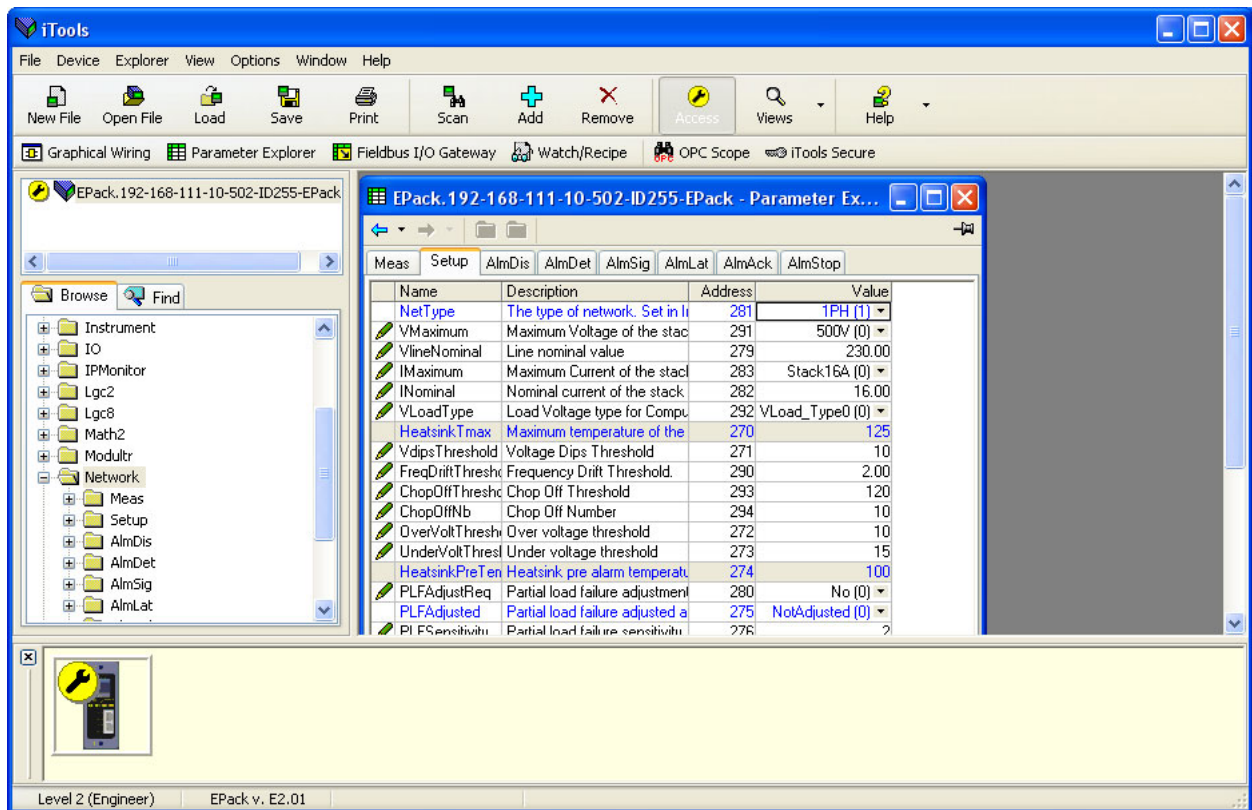
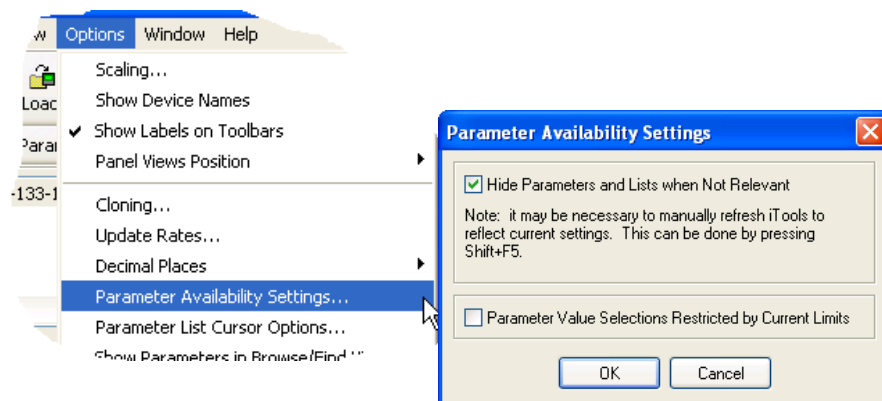

Figura 102 Esempio di tabella di parametri
Figura 105 Mostra/Nascondi parametri
In ogni caso i parametri del blocco funzione vengono visualizzati nella finestra di iTools in formato tabellare, come mostrato in Figura 102.
1. I parametri visualizzati in blu non sono modificabili (sola lettura). Nell'esempio precedente, tutti i parametri sono di sola lettura. I parametri di lettura/scrittura sono visualizzati in nero e presentano un simbolo a forma di "matita" nella colonna di accesso di "lettura/scrittura" sul margine sinistro della tabella. Elementi di questo tipo sono presenti in Figura 102, riportata sopra.
2. Colonne. La finestra Explorer predefinita (Figura 102) contiene le colonne "Nome", "Descrizione", "Indirizzo" e "Valore". Come si può osservare dalla Figura 105 precedente, è possibile selezionare le colonne da visualizzare utilizzando il menu Explorer o il menu di contesto. Nell'esempio precedente è stata abilitata l'opzione "Limits" (Limiti).
3. Parametri nascosti. Come impostazione predefinita, iTools nasconde i parametri considerati irrilevanti nel contesto corrente. È possibile visualizzare i parametri nascosti nella tabella utilizzando la voce "Parameter Availability" (Disponibilità parametri) nel menu delle opzioni (Figura 105). Tali elementi vengono visualizzati con uno sfondo ombreggiato.